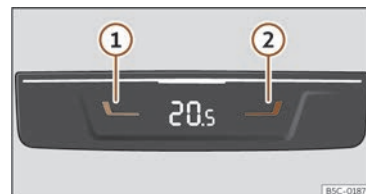

Fig. 111 În partea din spate a consolei centrale: comenzile pentru scaunele din spate.
- Apăsați butoanele și >>> **fig. 111** pentru a regla zona din spate.